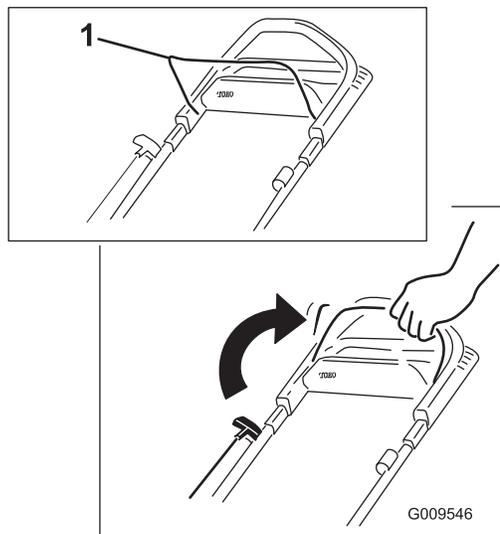

Figure 12
1. Maintenez la barre de commande des lames contre le guidon (Figure 12).